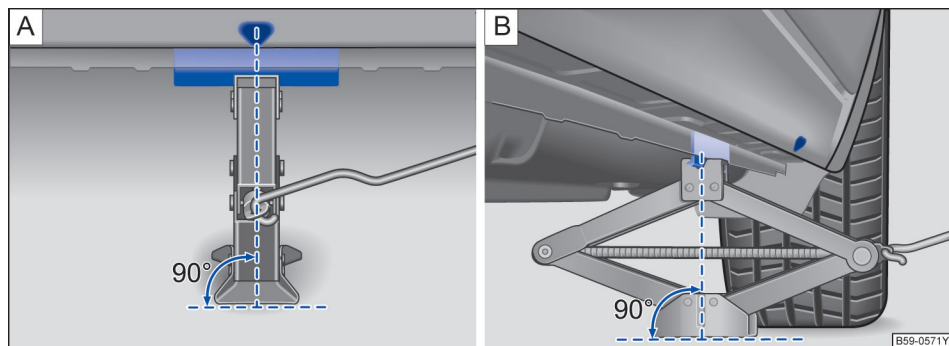
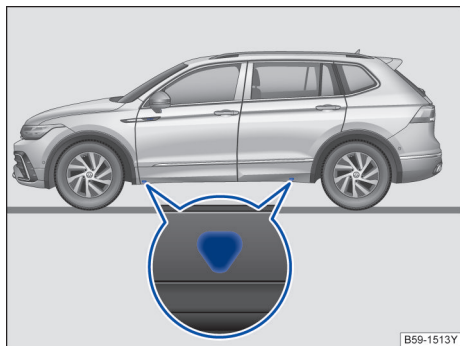

图 225 将千斤顶放在汽车左后侧
图 226 汽车千斤顶的支撑点
汽车千斤顶只允许放置在图示支撑点（车身上的标记）处→图 225 或 →图 226。在每个车轮旁都有相应的支撑点 →▲。
- ✓ 在车身底部下方找到离更换的车轮侧的千斤顶支撑点→图 225。